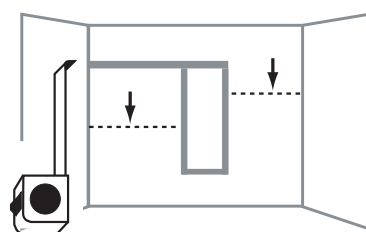

FIG. 4.0
1. En utilisant les mesures de hauteur pour les tablettes INFÉRIEURES (D) sur le calque, mesurer à partir de la tablette supérieure et marquer tous les emplacements des tablettes inférieures sur la paroi arrière du placard (Fig. 4.0).